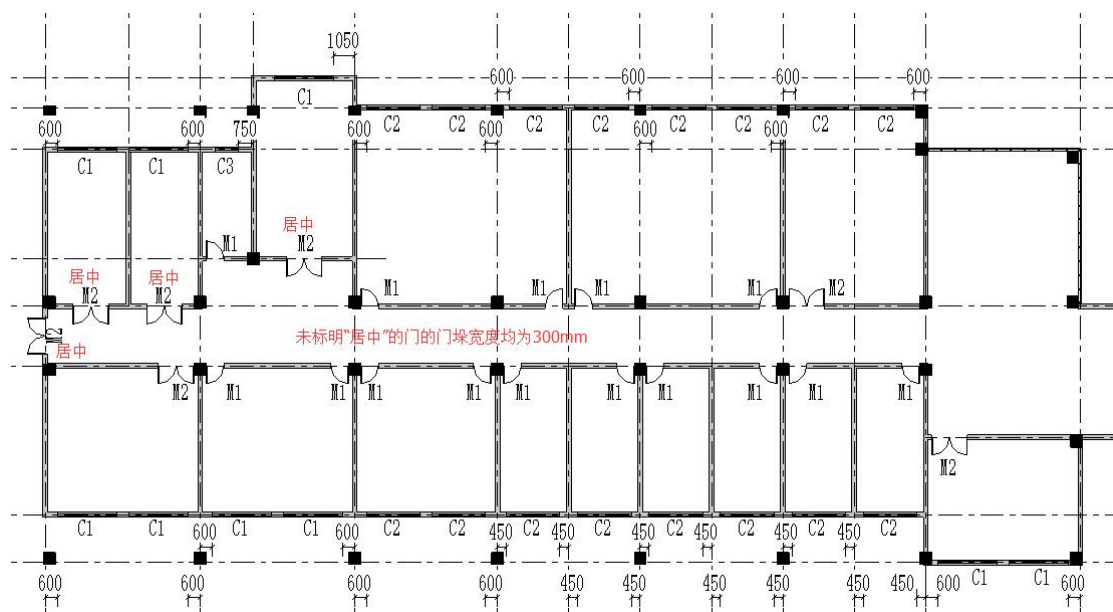

图 6-7 门窗定位
- 同理，完成其他窗的创建（门窗定位见图 6-7）。
- 同理，完成其他门的创建（门窗定位见图 6-7）。